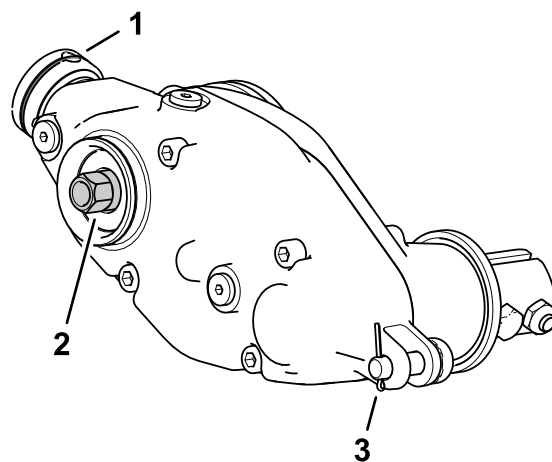

图14
5. 用木块或由另一个人固定滚刀将驱动箱轴上的六角头上紧扭矩至 135150N·m请参阅图14。